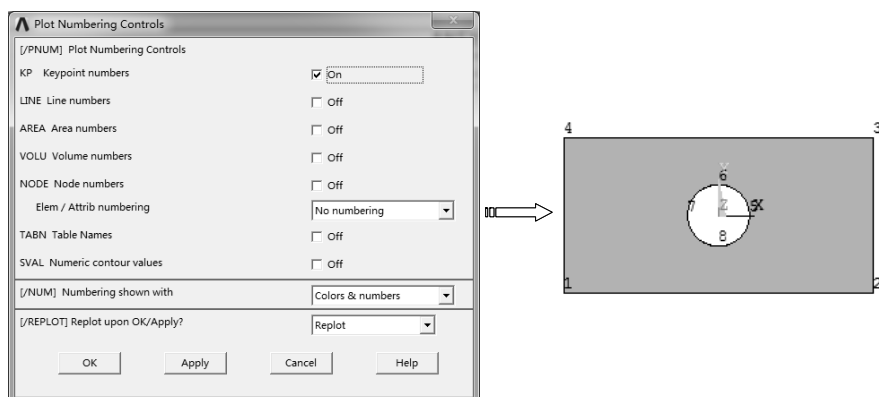

图 6-23 显示关键点编号
5) 选择 “Utility Menu→PlotCtrls→Numbering” 命令，弹出 “Plot Numbering Controls” 对话框，勾选 “Keypoint numbers” 复选框，单击 “OK” 按钮，图形窗口显示出关键点编号，如图 6-23 所示。